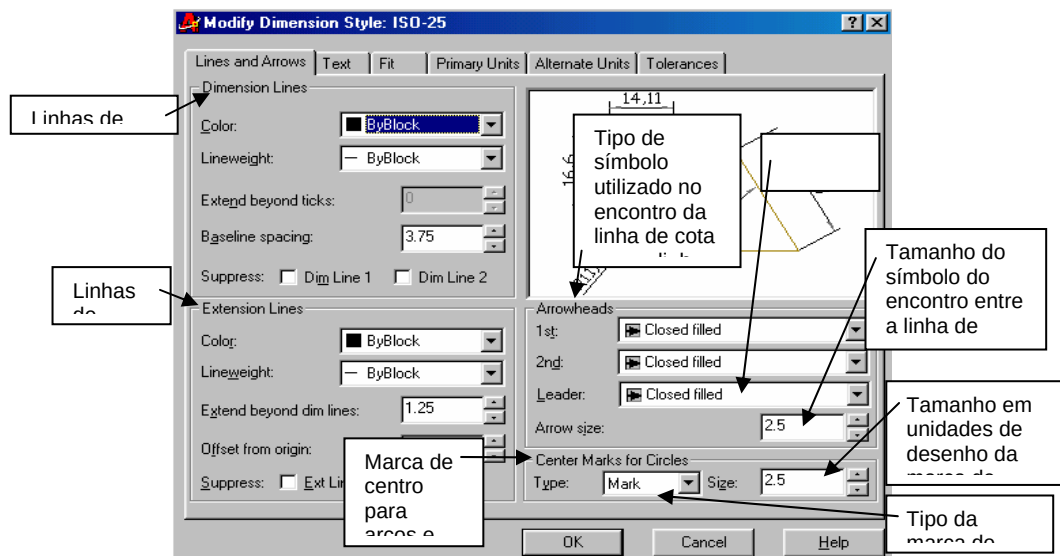

Figura 6.6 – Janela Modify Dimension Style: ISO – 25 (pasta LINE AND ARROWS)
2. Pressione, com o auxílio do mouse, o botão MODIFY. Irá aparecer a janela Modify Dimension Style aberta na pasta LINE AND ARROWS (figura 6.6).